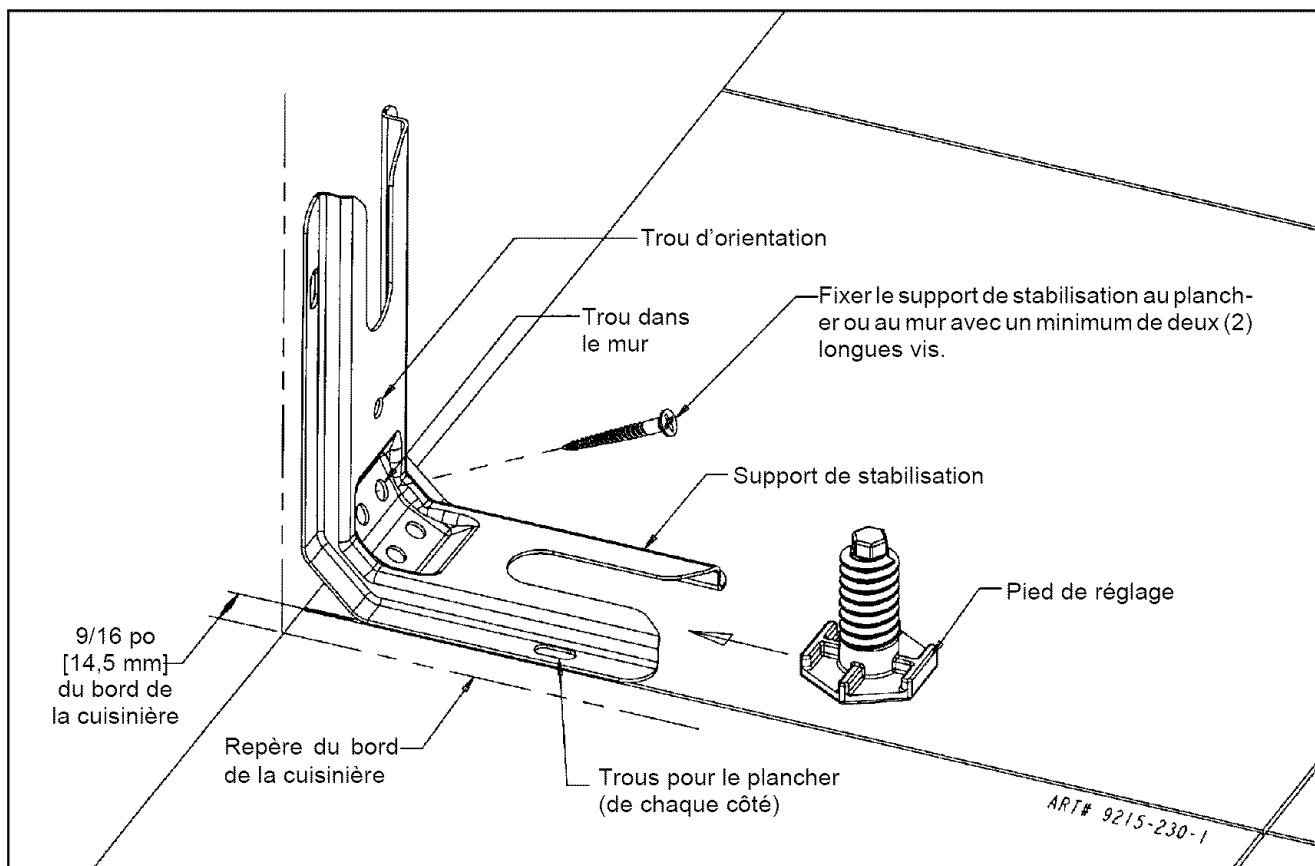
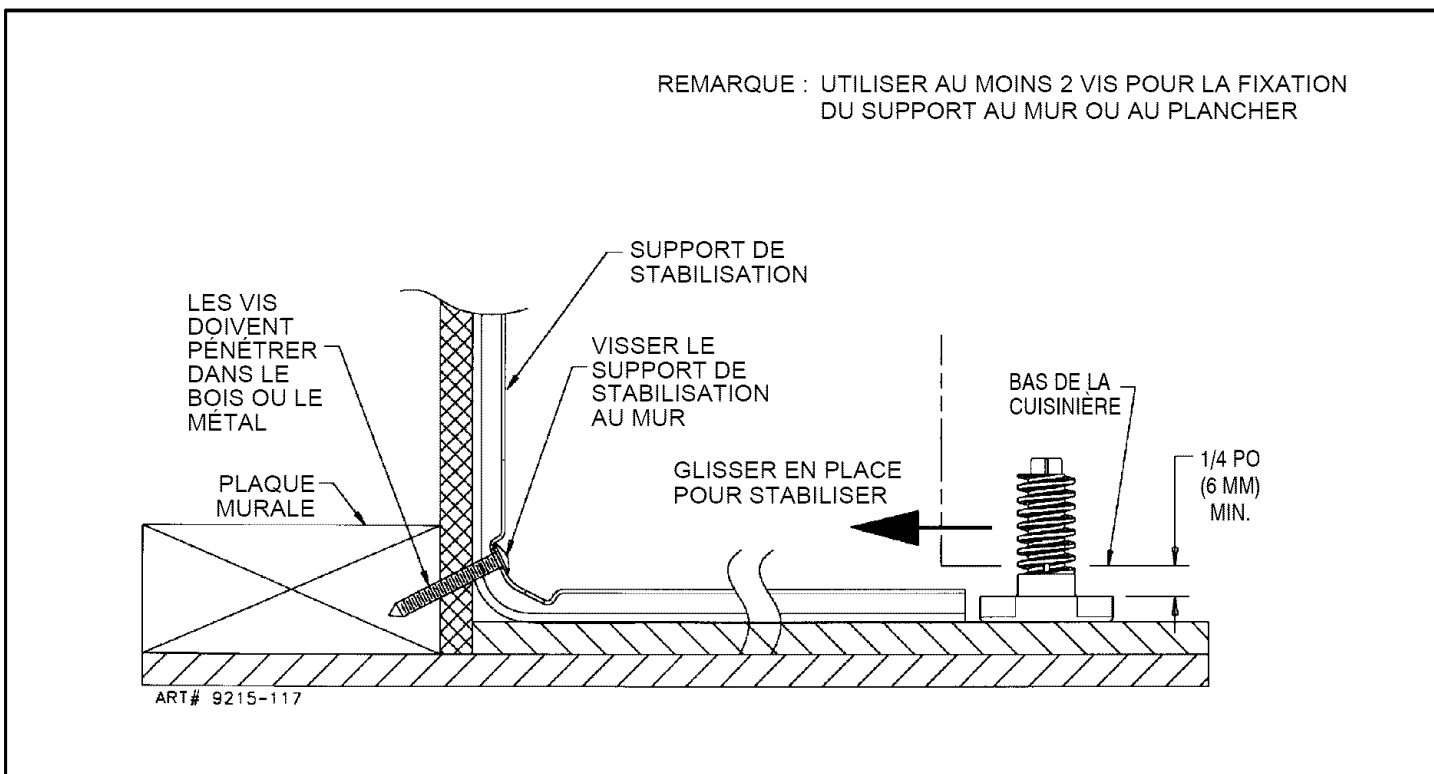

FIGURE 3
FIGURE 4
ÉTAPE 1 - Emplacement du support de stabilisation (voir figure 3).
- Placer le SUPPORT à 9/16 po (14,5 mm) de la marque du « BORD » en allant vers le centre de l'ouverture et contre le mur arrière tel qu'indiqué à la figure 3, le trou d'orientation étant contre le mur.
- Utiliser le support comme gabarit et marquer l'emplacement des trous pour le type de matériau sur lequel le support doit être fixé, tel qu'indiqué à la figure 3.
- Plancher : Déterminer le centre des deux trous identifiés par « TROUS POUR PLANCHER » à la figure 3. Percer un trou de positionnement de 1/8 po (3 mm) au centre de chaque trou (un clou ou un poinçon peut également être utilisé si une perceuse n'est pas disponible). Fixer le support de STABILISATION au plancher à l'aide des deux vis fournies. Passer à l'ÉTAPE 3.
- Mur : Déterminer le centre des deux trous identifiés par « TROUS POUR MUR » à la figure 3. Percer un trou de positionnement de 1/8 po (3 mm) au centre de chaque trou (un clou ou un poinçon peut également être utilisé si une perceuse n'est pas disponible) tel qu'indiqué à la figure 4. Fixer le support de STABILISATION au mur à l'aide des deux vis fournies tel qu'indiqué à la figure 4. Passer à l'ÉTAPE 3.
- On trouve des vis convenant au ciment ou au béton dans les quincailleries. Percer les trous de positionnement de la grandeur correspondante à celle des vis obtenues en quincaillerie au centre des trous identifiés « TROUS POUR PLANCHER » à la figure 3. Fixer le support de STABILISATION au plancher. Passer à l'ÉTAPE 3.
Remarque : Un dégagement minimum de 6 mm (1/4 po) est exigé entre la cuisinière et le pied de mise à niveau qui va s'insérer dans le support de stabilisation (voir figure 4).